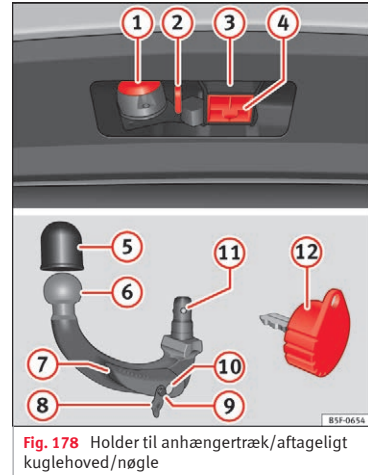

Fig. 178 Holder til anhængertræk/aftageligt kuglehoved/nøgle
Forklaring til » Fig. 178
- Tag afdækningen til holderen til krogen **(4)** » Fig. 178 nedad og af.